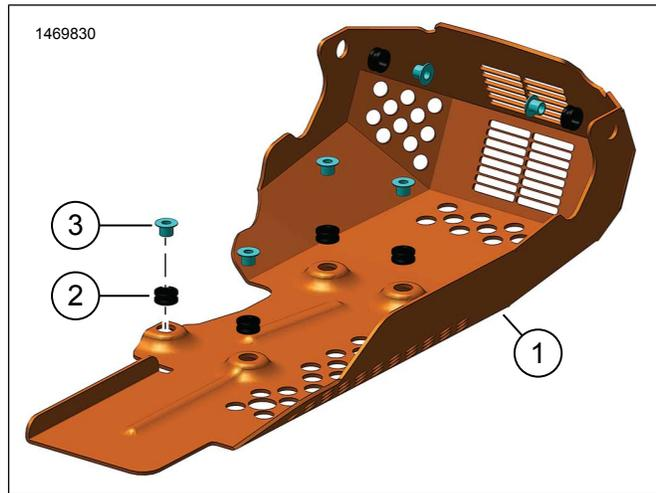

Figure 2. Montage de la plaque de protection
1. Voir la figure 2. Vérifier le montage de la plaque de protection (1).